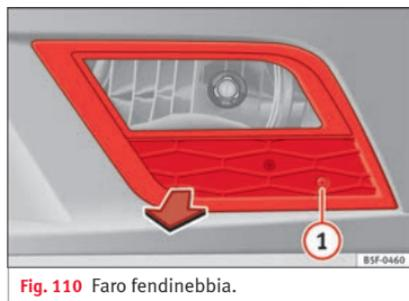

Fig. 110 Faro fendinebbia.
- Rimuovere la vite » **fig. 110 ①** dalla griglia del faro antinebbia mediante un cacciavite.